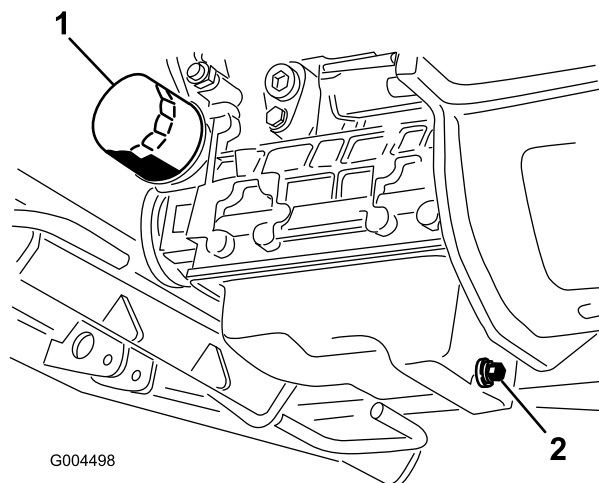

Figura 47
3. Sistemate una bacinella sotto la coppa e in linea con il tappo di spurgo (Figura 47).
6. Togliete il filtro dell'olio e sostituitelo (Figura 47).